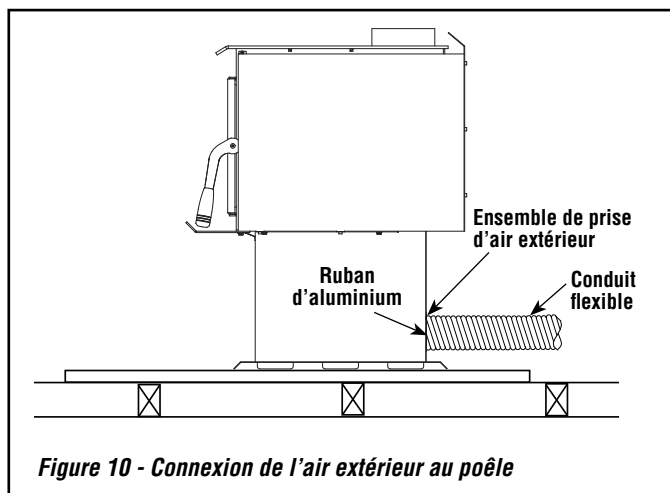

Figure 10 - Connexion de l'air extérieur au poêle
- Faites une ouverture de 4-1/4 po. (110 mm) dans le mur extérieur de la maison à l'emplacement choisi. De l'extérieur, placez le registre d'air dans l'ouverture (les persiennes ouvertes vers le bas) et fixez le registre au mur avec les vis tel que montré (voir **figures 10 and 11**).